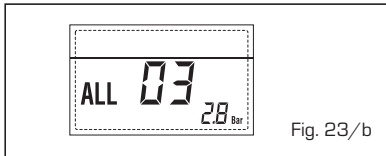

Fig. 23/b
- **ANOMALÍA Sonda SANITARIO "ALL 04" (fig. 23/c)**